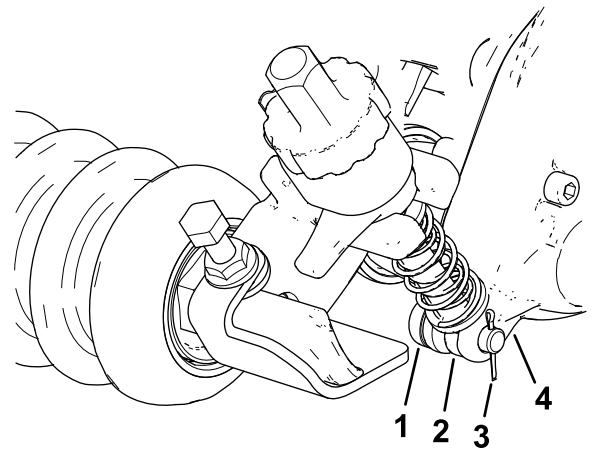

图11
2. 如图11所示在左侧将剪草高度支架的调整臂杆滑入驱动箱上的间隙然后用调节销和开口销固定。